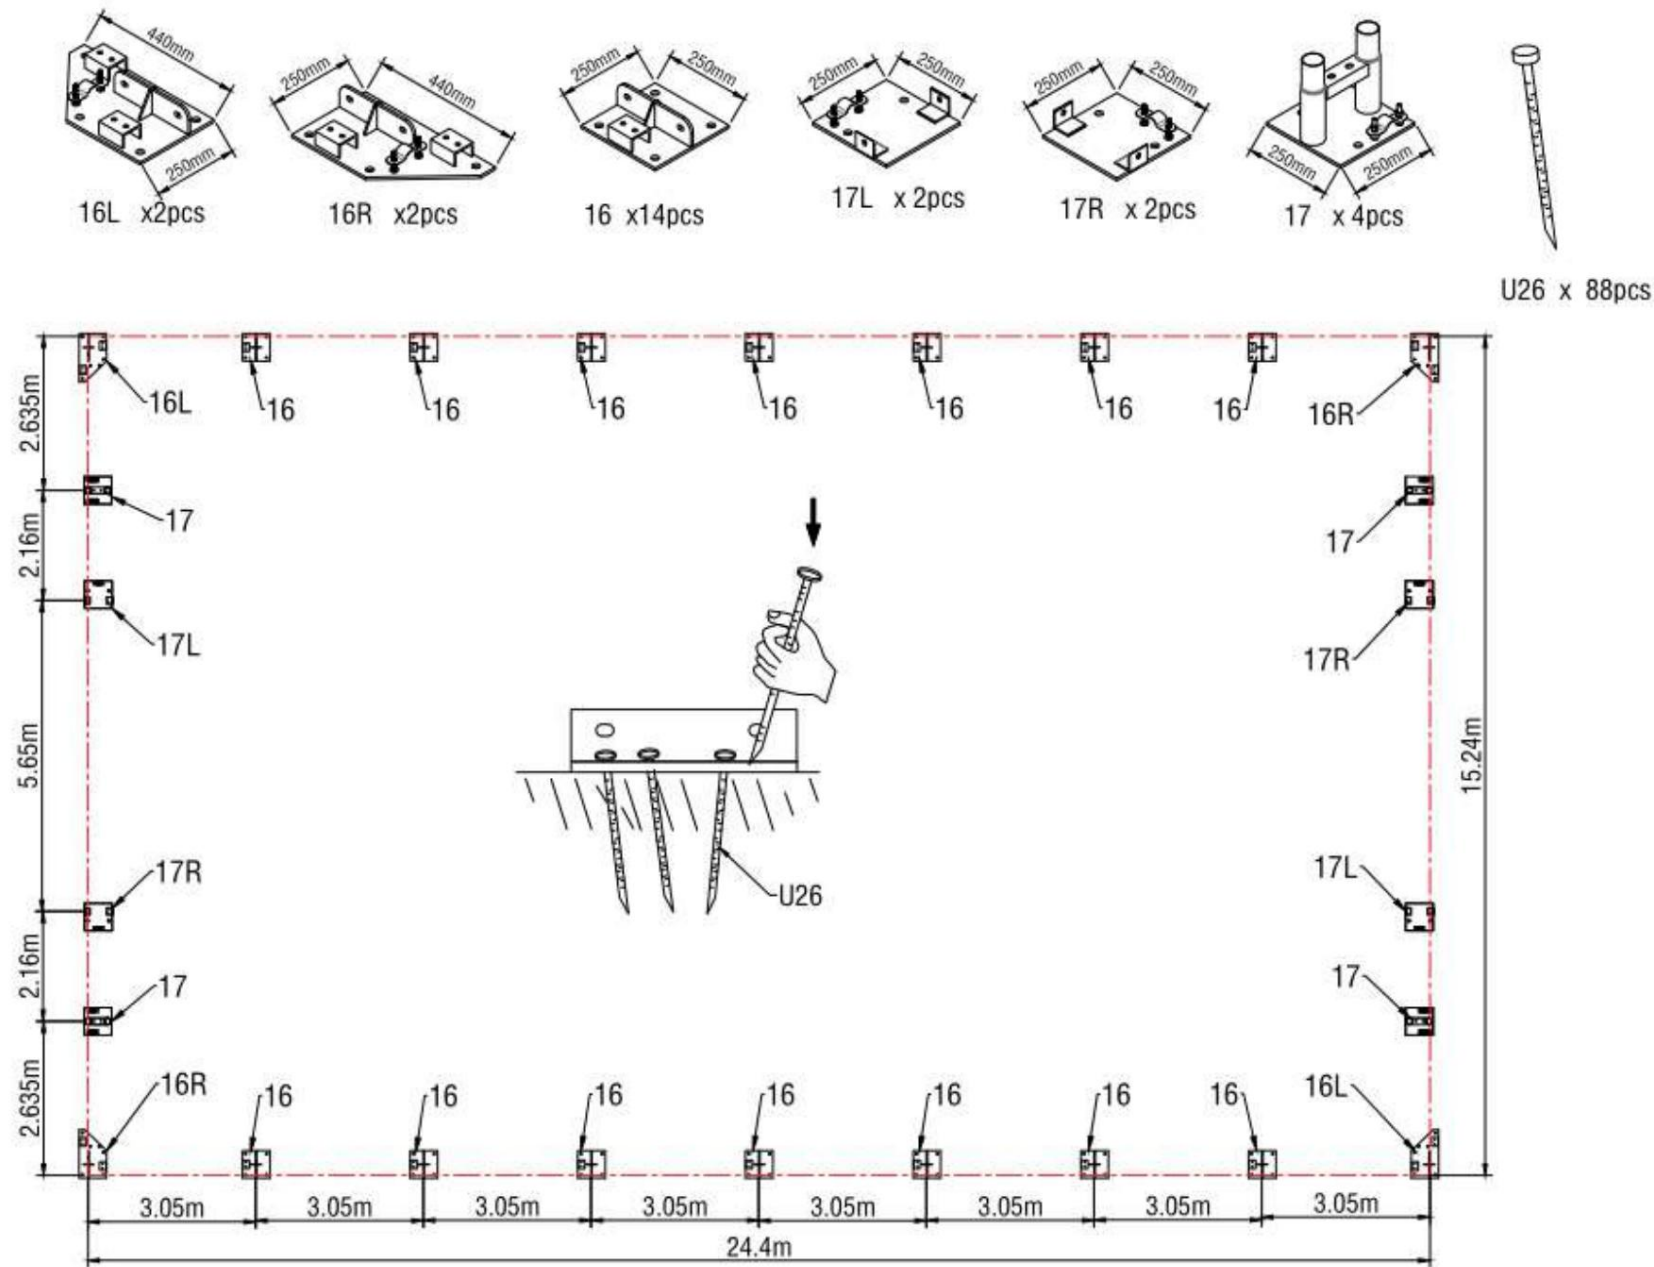

Figure 1
2. Veuillez vous référer au schéma (Figure 1) pour placer les plaques de base.
3. Comme le montre la figure 1, chaque plaque de base est équipée de 4 piquets (n° U26) ou de vis d'expansion.